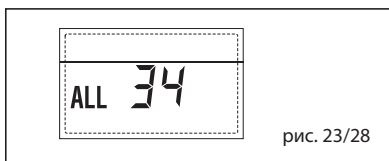

рис. 23/28
– НЕПОЛАДКА ДАТЧИКА КАСКАДНОЙ ПОДАЧИ “ТРЕВ 31” (рис. 23/25)